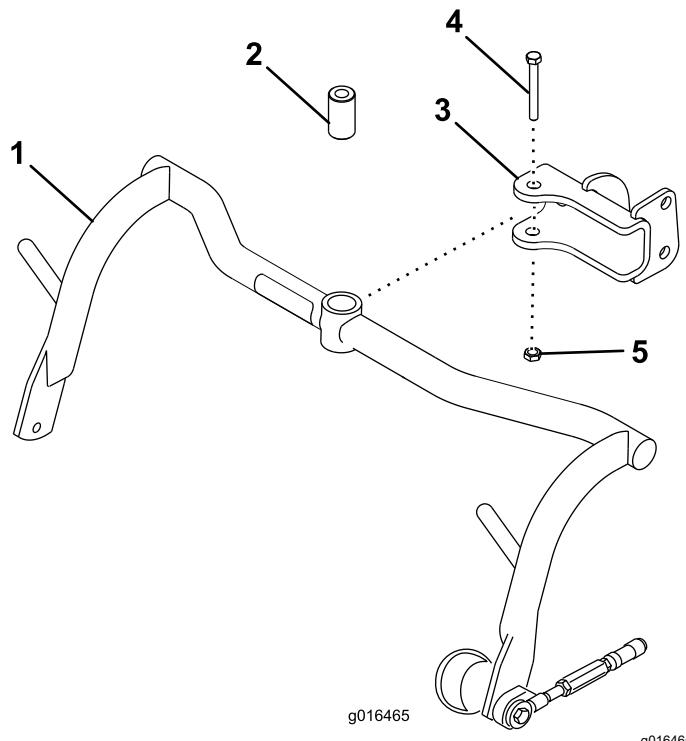

Figura 6
- Monte un conjunto de bastidor de tiro en cada horquilla con un suplemento, un perno (½" x 3¼") y una contratuerca (½"); consulte la Figura 6. Apriete a entre 91 y 113 N·m.